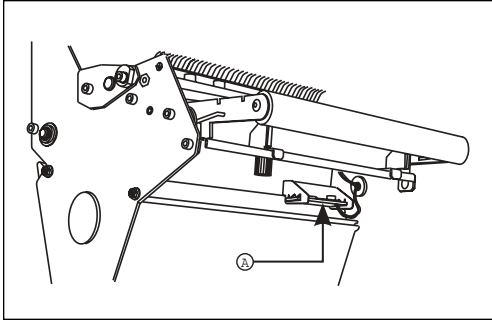

图 13
1. 在后方惰轮的下方找到下方介质传感器组件 (图 13-A) (它是由弹簧夹固定的电路板)。